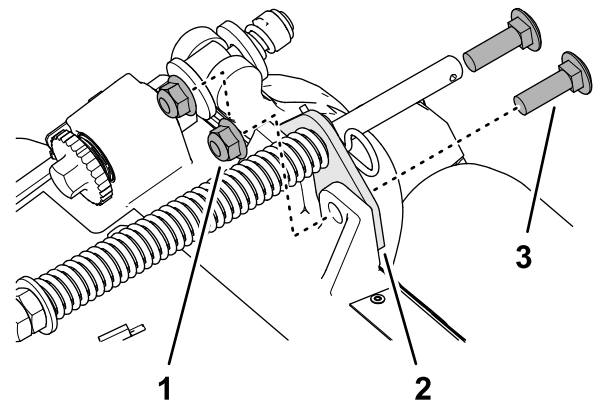

Figura 7
- Retire las 2 contratuercas con arandela prensada ( $\frac{3}{8}$ " ) y los 2 pernos de cuello cuadrado ( $\frac{3}{8}$ " x  $1\frac{1}{4}$ " ) que sujetan el soporte del muelle de compensación al bastidor de la unidad de corte (Figura 7).